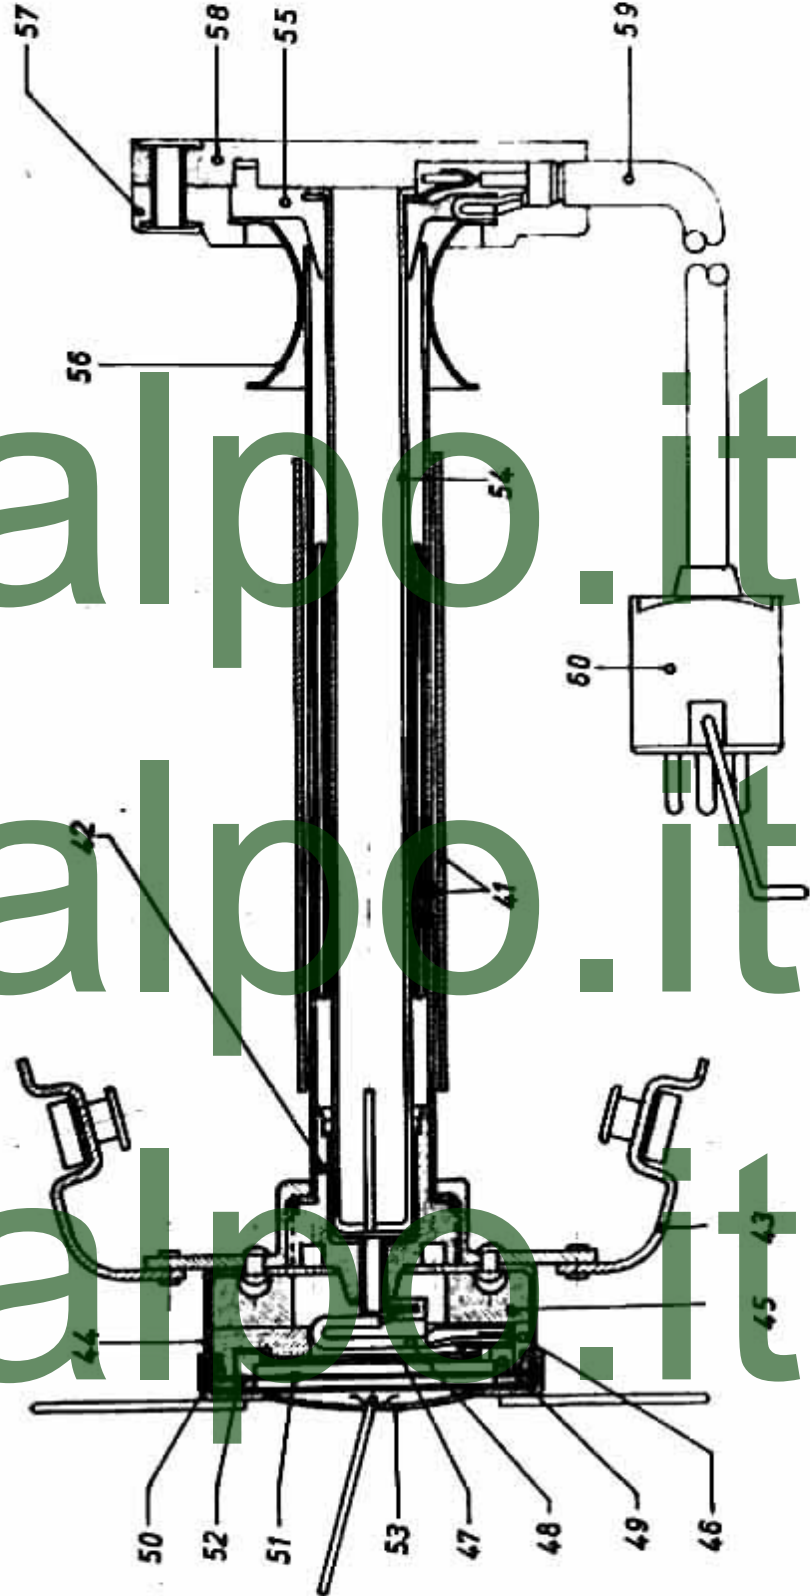

Abb. 5: Aufschlaghalter zu FZi 78
1. Beide starken Stifte des Verbindungskabels (4) an Isolavi (2) anklemmen.
2. Auf einen schwachen Stift des Verbindungskabels Hülsenstecker (3) aufsetzen.
3. Diesen Hülsenstecker auf Steckerstift an Kerbenseite des Gleitschaltersteckers (52) Abb. 5 aufstecken.
4. Freien Stift des Verbindungskabels (4) an blankes Teil des Gleitschaltersteckers andrücken.